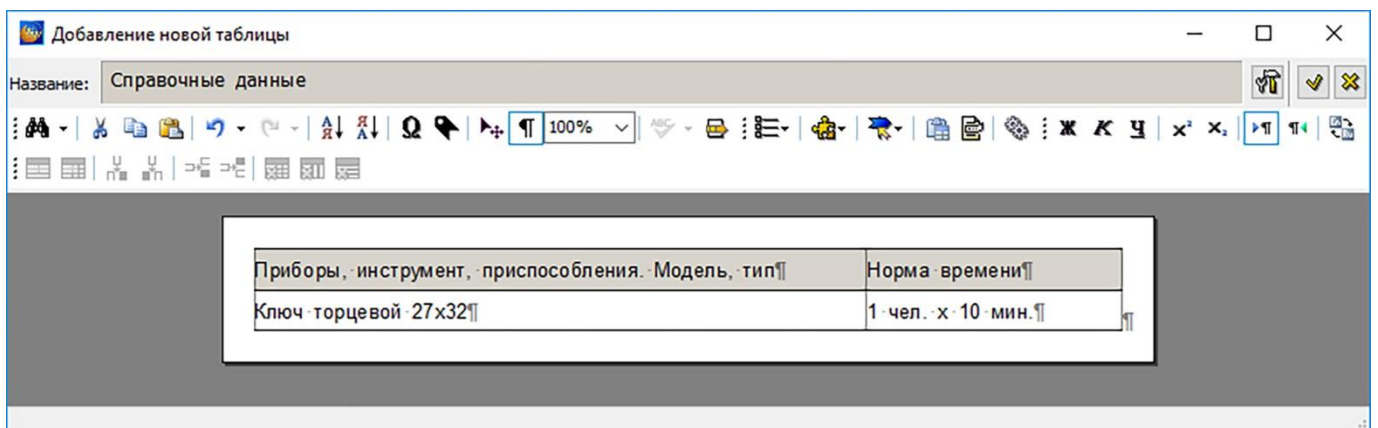

Рисунок 592
8) Введите данные в ячейки таблицы (рисунок 592).